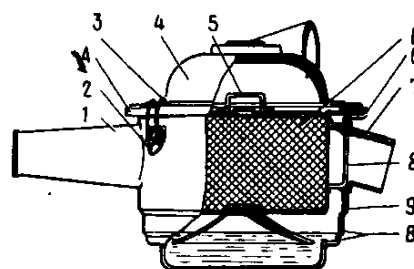

Fig. 76. Filtro d'aria supplementare:
- sganciate con le levette 2 (fig. 76) i fermagli metallici 3 e togliete il coperchio 4;